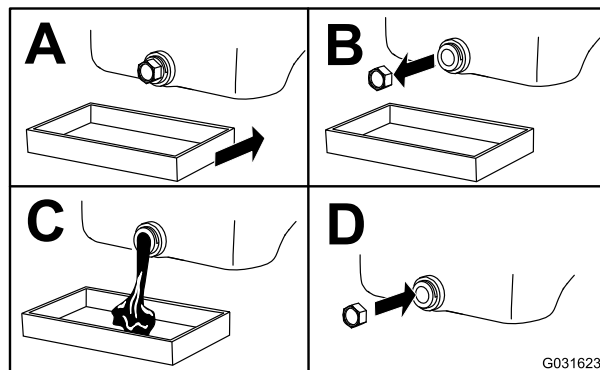

Figure 18
4. Vidangez l'huile comme montré à la Figure 18.